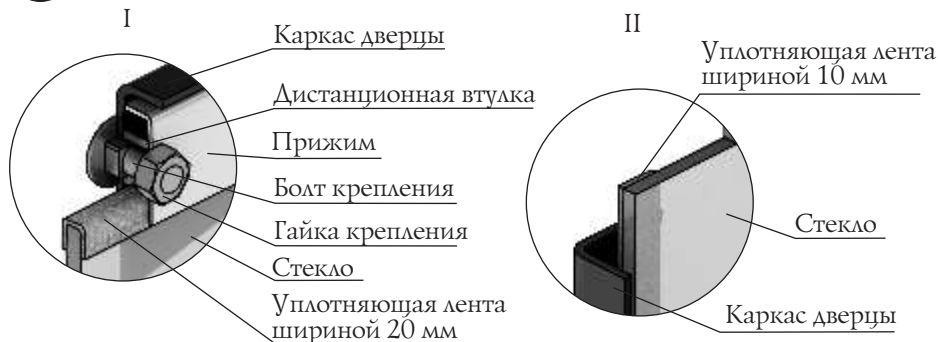

Рисунок 19. Крепление светорозрачного экрана двери модели «Тунгуска Витра»
4. Вставить стекло в упор, при этом лента наклеенная с боковых сторон (вертикальная) должна быть зажата между стеклом и каркасом двери (рисунок 19.И).
ВНИМАНИЕ! Гайки крепящие прижим накручиваются на болты крепления через дистанционные втулки (рисунок 19.И).